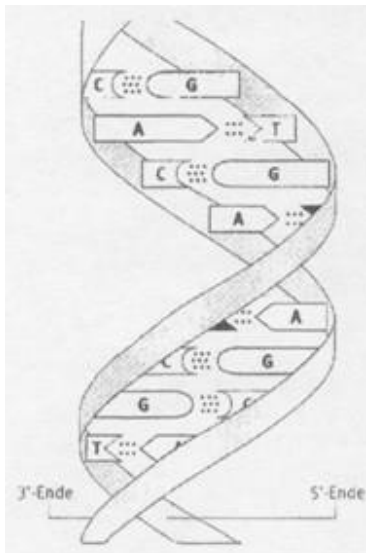

Abb. 1 DNA-Struktur nach Watson-Crick (Schema)
- Nennen Sie Informationen, die aus der Abbildung 1 zu entnehmen sind.